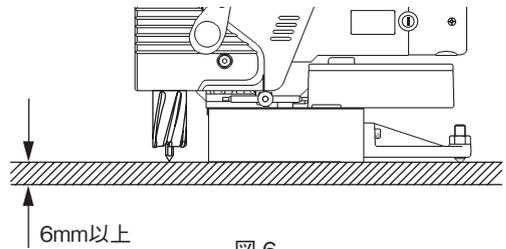

図 6
- **被加工物の厚さは 6mm 以上必要です。(図 6)**